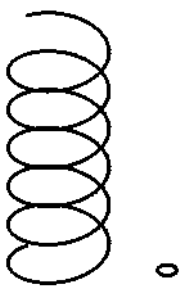

图 9-58 小圆和螺旋线
1) 打开本书配套光盘中的“创建扫掠实体-弹簧.dwg”文件，在该文件中存在着图 9-58 所示的圆和螺旋线。从功能区“常用”选项卡“视图”面板的“视觉样式”下拉列表框中选择“灰度”选项。